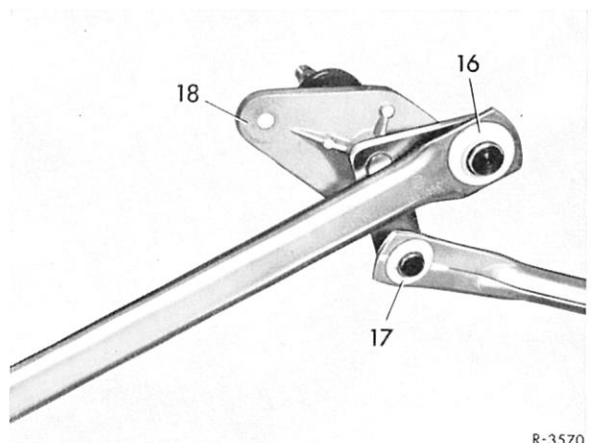

Bild 82-4/4
Achtung! Darauf achten, daß Dichtscheibe (19) und Gummischeibe (20), wie in Bild 82-4/2 dargestellt, angebracht werden.